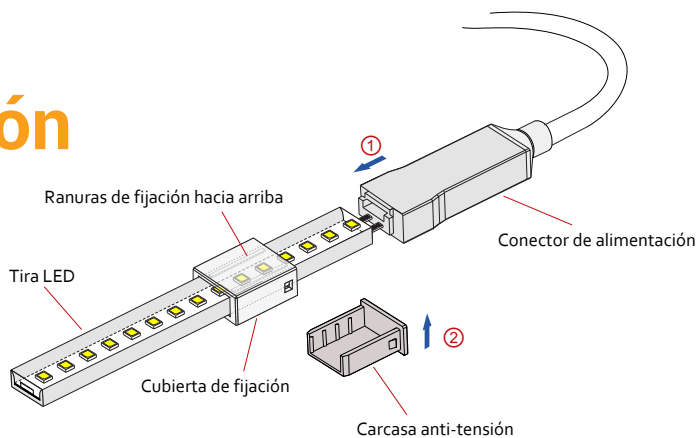

Fig. 4.5
- Fig. 4.5 — Por favor, realice el montaje de acuerdo a los pasos ① ② ③ ④ ⑤ y asegúrese de que las dos ranuras de fijación estén hacia arriba.